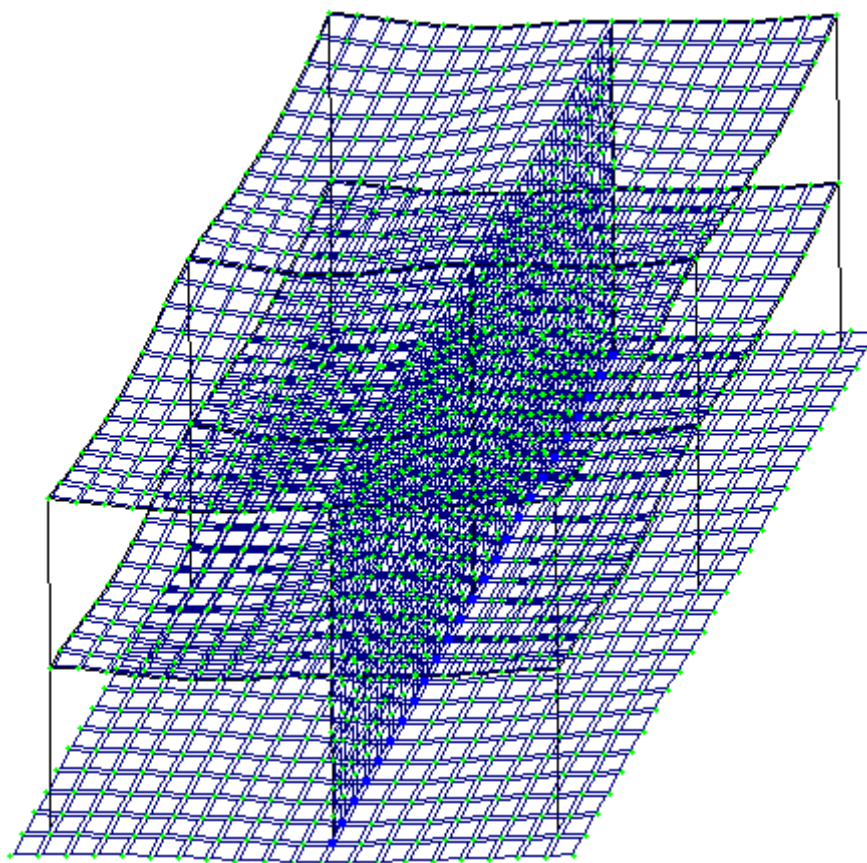

Рис. 4.32. Розрахункова схема з урахуванням переміщень вузлів
- У режимі перегляду результатів розрахунку за умовчанням розрахункова схема відображається з урахуванням переміщень вузлів (рис. 4.32).